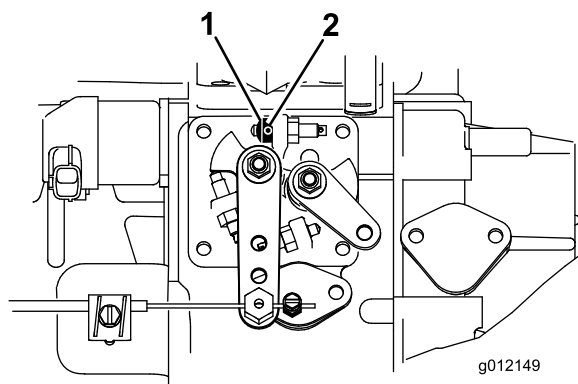

图7
1. 拧松油门限位器上的固定螺丝 (图7)。
2. 将油门限位器滑动至高怠速止动螺丝 (图7)。油门限位器的倒角端朝向外面。